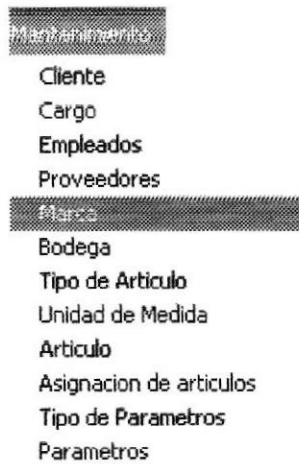

Figura 8.21. Seleccionando Marcas.
- Seleccione la opción **<Marcas>** en el menú de Mantenimiento dando clic con el mouse como se muestra en la figura 8.21.